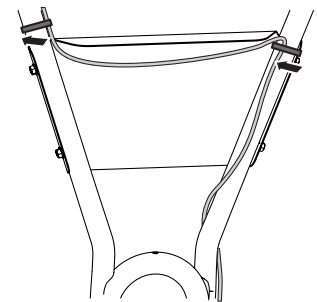

Figure 10
- Faites passer le fil derrière le panneau jusqu'au guidon gauche et fixez-le dans le coin supérieur du panneau avec un attache-câble. (Assurez-vous de placer le fil à l'intérieur des montants du guidon.) Voir la Figure 10.